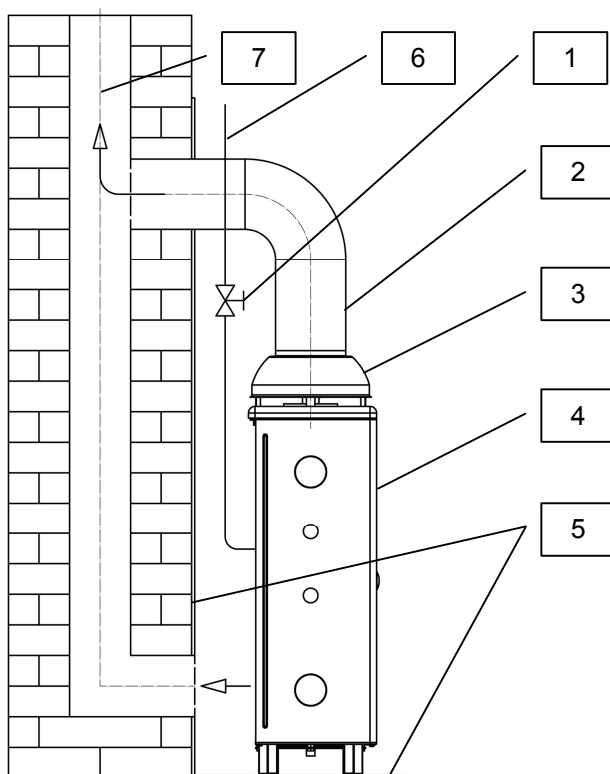

Рис.6 – подключение аппарата к газопроводу и дымоходу.
6.11 В соответствии с рис.6, произведите подключение аппарата к газопроводу и дымоходу. На газоподводящей трубе поз.6 перед аппаратом обязательно должен быть установлен газовый кран поз.1, перекрывающий подачу газа к аппарату.